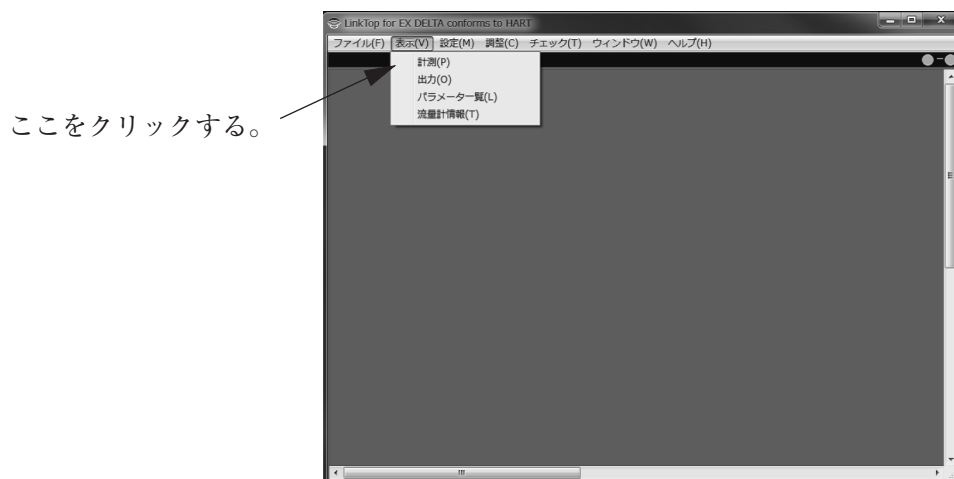

図17
- ① 図17のように画面上部メニューの「表示(V)」をクリックし、「計測(P)」を選び再度クリックします。